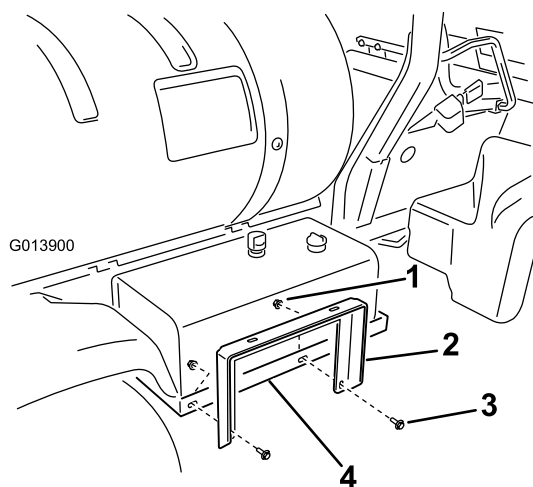

Figure 8
1. Fixez le support du dévidoir au support de la cuve hydraulique (Figure 8) à l'aide de 2 boulons à embase (3/8 x 1/ pouce) et 2 écrous à embase (3/8 pouce). Ne serrez pas complètement les écrous pour permettre un ajustement ultérieur.
3. Fixez le support du dévidoir aux barrettes de maintien (Figure 8) à l'aide de 2 boulons à embase (3/8 x 1/ pouce) et 2 écrous à embase (3/8 pouce).